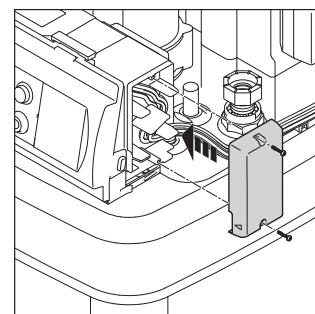

Figura 4-26 Montare il coperchio di destra dell'alloggiamento.
- Rimontare le coperture laterali dell'alloggiamento precedentemente smontate (figura 4-26).